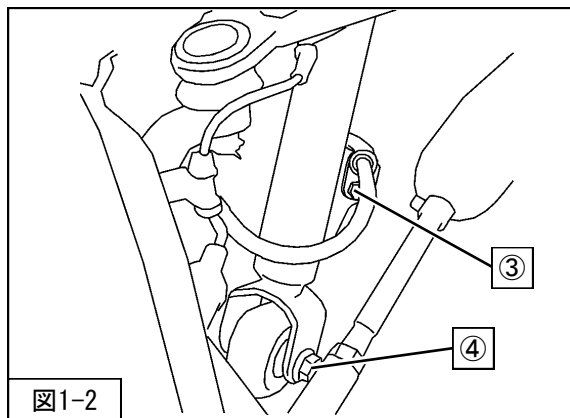

図1-2
4. ③ブレーキホース取付ボルト
④フロントサスペンションASSYロア取付ボルトを取外してください。（図1-2）